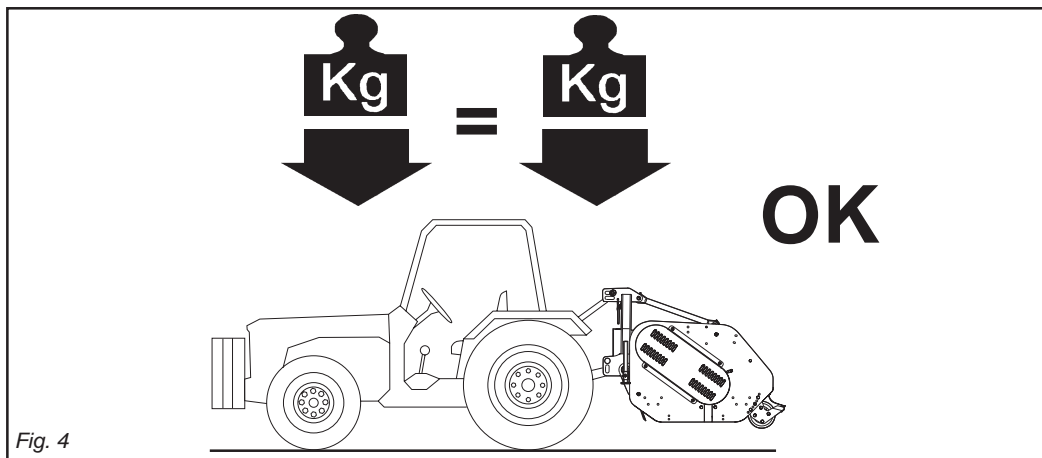

Fig. 4
- 8) L'applicazione della macchina al trattore, comporta una diversa distribuzione dei pesi sugli assi. È consigliabile pertanto aggiungere apposite zavorre nella parte anteriore del trattore in modo da ripartire adeguatamente il peso sugli assi (Fig. 4).
- 8) *Assembly of a implement on the tractor will shift the weights on the axles. It is there fore advisable to add weights to the front part of the tractor in order to balance the weights on the axles themselves (Fig. 4).*
- 8) L'application d'un équipement supplémentaire au tracteur entraîne une répartition différente des poids sur les essieux. Ajoutez donc les masses de lestage nécessaires à l'avant du tracteur de manière à équilibrer les poids (Fig. 4).
- 8) *Der Anbau eines Zusatzgerätes am Schlepper führt zur Verlagerung der Achslasten. Am Schlepper ist daher Frontballast anzubringen, um das Gleichgewicht wieder herzustellen (Abb. 4).*
- 8) La aplicación de un equipo adicional al tractor, implica una distribución del peso distinta sobre los ejes. Es aconsejable por lo tanto agregar oportunos contrapesos en la parte delantera del tractor para así equilibrar los pesos sobre los ejes (Fig. 4).